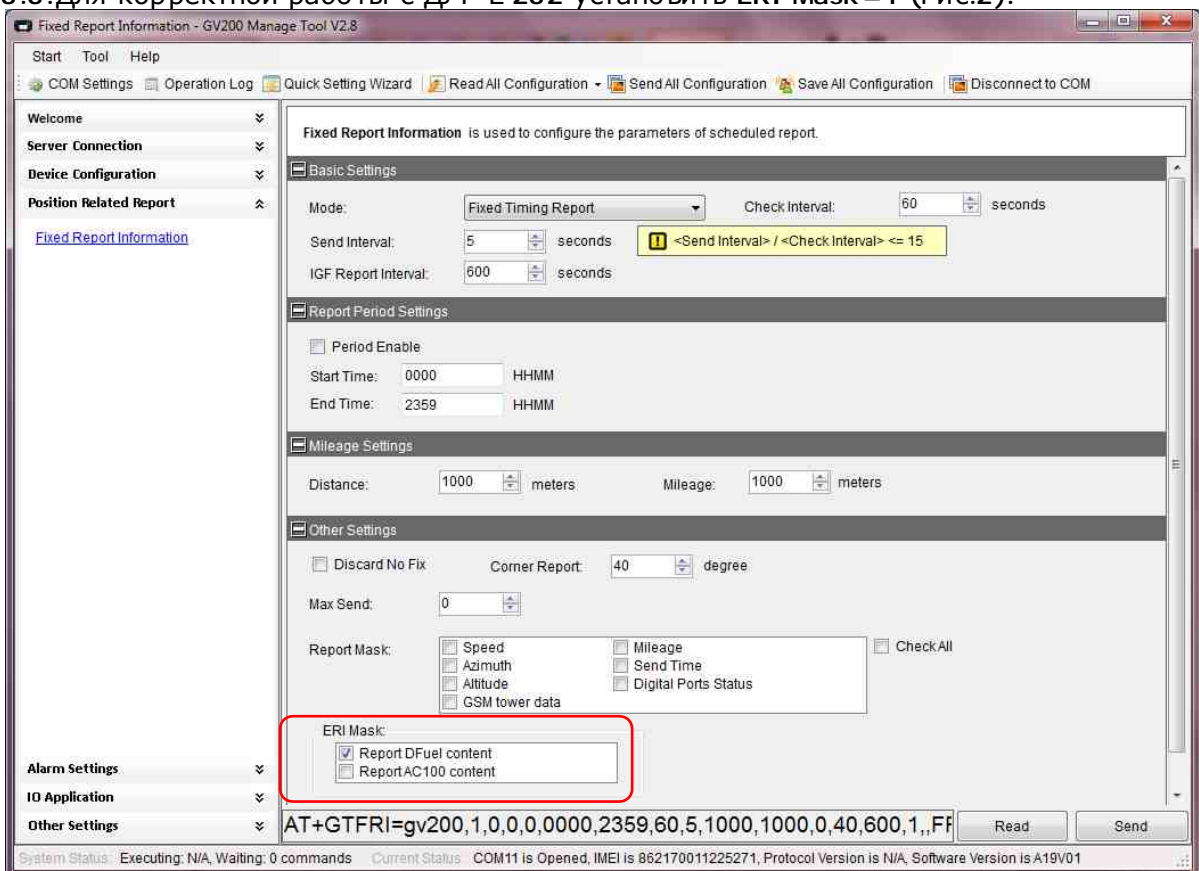

Рисунок 2
3.3. Для корректной работы с ДУТ-Е 232 установить ERI Mask =1 (Рис.2):